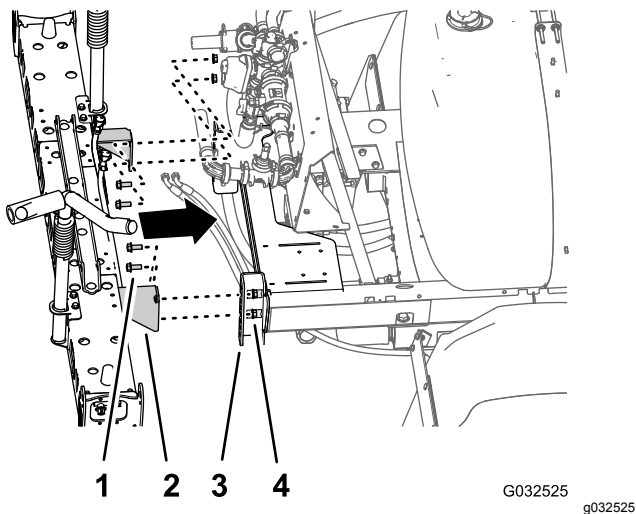

Figura 85
1. Utilizando equipamento de elevação com a capacidade de elevação especificada, levante a secção da rampa central e alinhe os orifícios no suporte para a secção da rampa com o terceiro e sexto orifícios no canal de montagem para a estrutura do pulverizador (Figura 85).
2. Monte a secção da rampa central nos canais de montagem (Figura 85) com os quatro parafusos de cabeça flangeada (1/2 x 1-1/4 pol.) e as quatro porcas de bloqueio flangeadas (1/2 pol.) que retirou no passo 4 em Remoção da secção da rampa central (página 32).